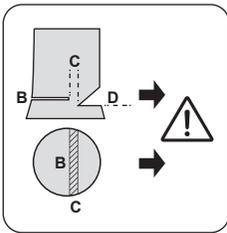

рис. 6
Основной пропил (B) производится выше основания подрезающего подпила (D). Он должен выполняться строго горизонтально. Между основным пропилом и подрезающим подпилком должно остаться недопиленным около $1/10$ от диаметра ствола. Недопил (C) действует в качестве шарнира. Он не должен перепиливаться ни в коем случае, иначе падение дерева будет неконтролируемым. В основной пропил (B) необходимо своевременно вставлять клинья! (рис. 6)